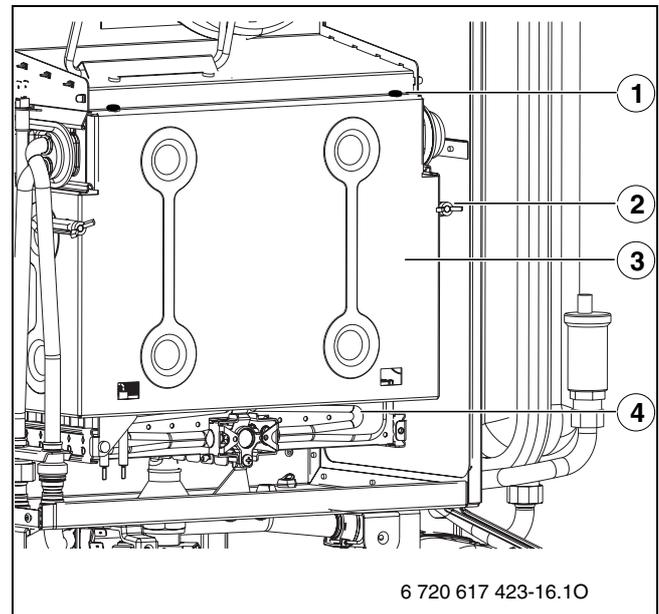

Fig. 46 *Aprire il bruciatore*
- ▶ Rimuovere la parete anteriore della camera di combustione e il bruciatore (→ fig 46).